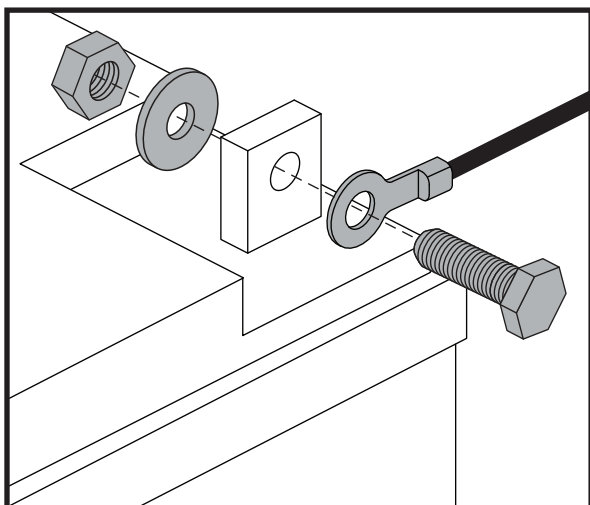

Figura 14. Bulloneria terminale batteria
5. Scollegare i cavi delle batterie dai terminali portando indietro gli involucri dei terminali e svitando il dado dal bullone. **Vedere figura 14.**